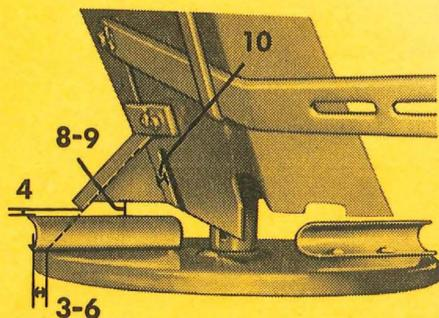

Abb. 10 ▶
- Anschraubmaße der Tasche kontrollieren (siehe Abb. 10).